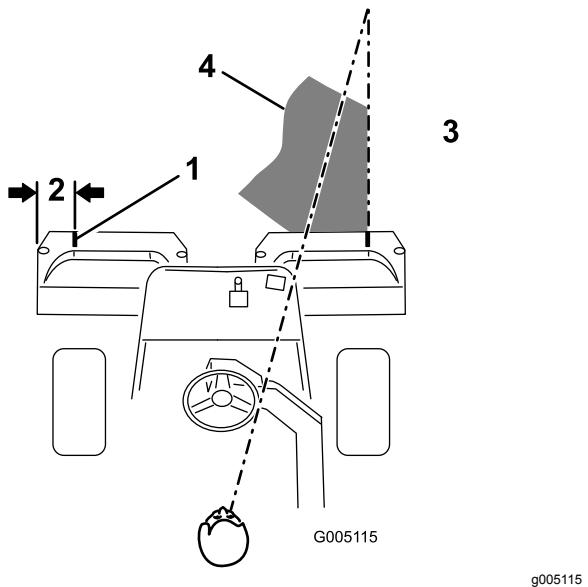
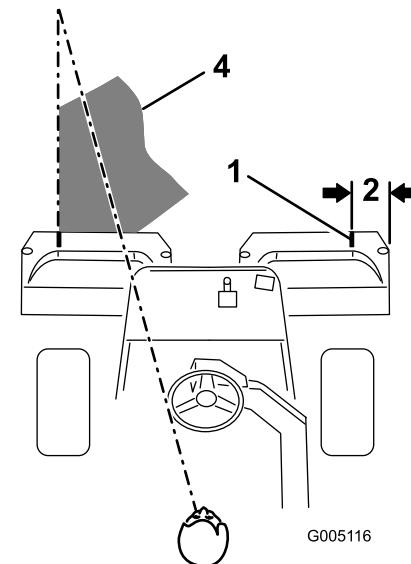

Figura 30
Figura 31
- Coloque un trozo de cinta blanca o pinte una raya en cada recogedor, paralelo al borde exterior de cada uno (Figura 30).
3. Debe haber un solape mínimo con las pasadas anteriores. Para ayudar a mantener una línea recta a través del green y mantener la máquina a la misma distancia de la pasada anterior, establezca una línea imaginaria aproximadamente de 1,8 a 3 m por delante de la máquina hasta el extremo de la parte no segada del green (Figura 30 y Figura 31). Puede ser útil incluir el borde exterior del volante como parte de la línea imaginaria, es decir, mantener el borde del volante alineado con un punto que se mantiene siempre a la misma distancia de la parte delantera de la máquina (Figura 30 y Figura 31).